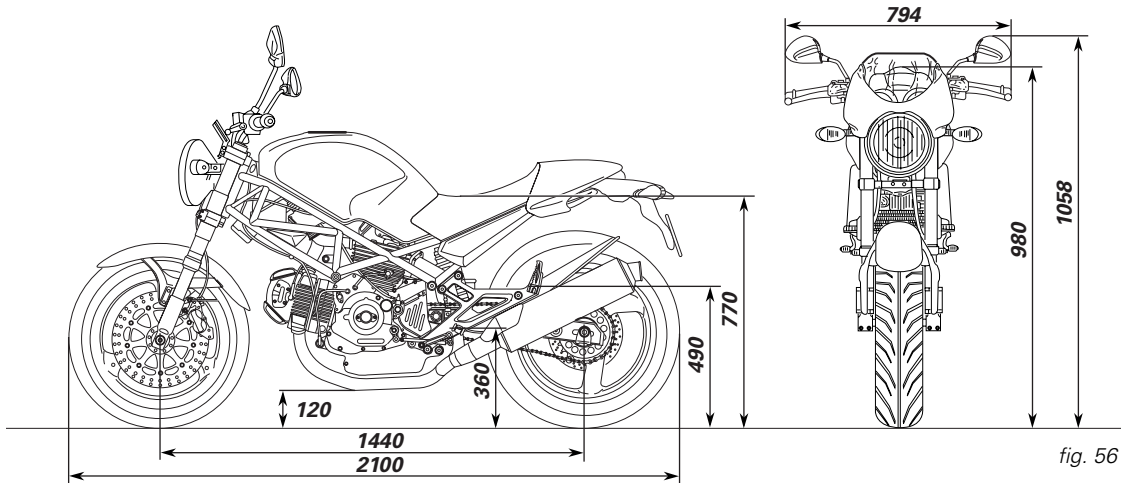

fig. 56
**Encombrement** (mm) (fig. 56)